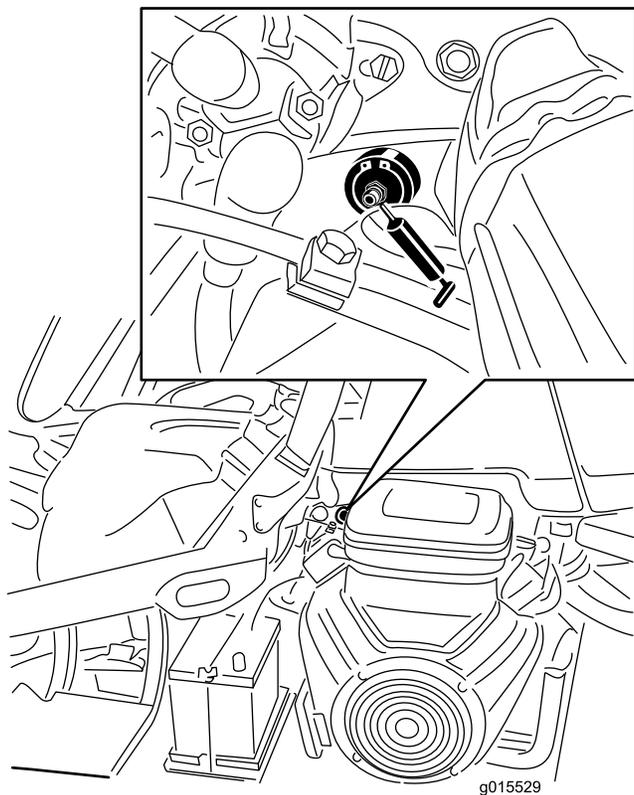

Рисунок 28
1. Тщательно протрите масленку, чтобы посторонние вещества не могли попасть в подшипник или втулку (Рисунок 28).